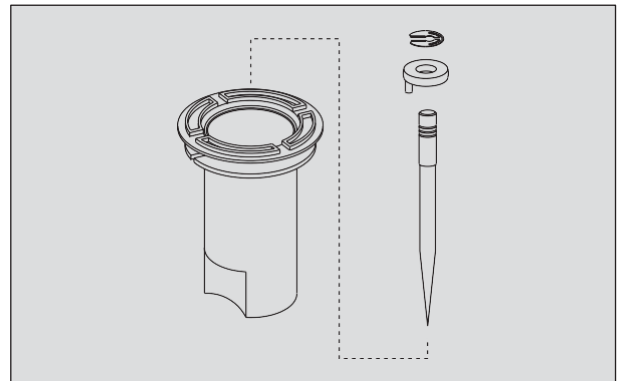

Fig.4.25
- Presione la aguja desde abajo y retire la aguja de la cortina junto con el pin y el anillo. (Fig. 4.25)